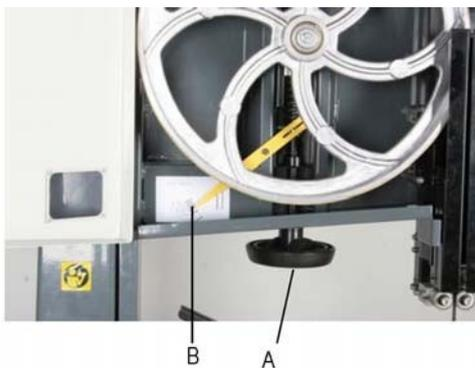

Fig. 12 : Tension de la lame de scie
Étape 1 : En tournant le volant (Fig. 12, Pos. A) la tension de la lame de scie est augmentée ou diminuée au moyen d'un ressort.
Étape 2 : La tension correcte peut être lue sur l'échelle (Fig. 12, Pos. B).